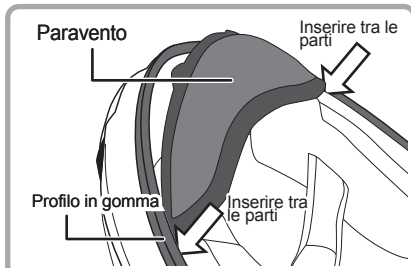

Fig. 2
2. Inserire l'interfodera di entrambi i lati del paravento tra l'area anteriore del guanciale e il profilo in gomma. (Fig. 2)